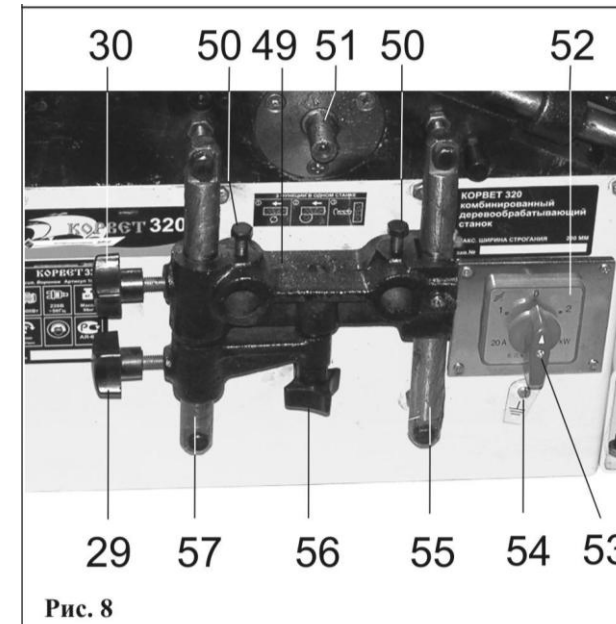

Рис. 8
9.4.1. Для включения станка необходимо (Рис. 8):
- повернуть ручку переключателя (53) в положение «1» или «2», в зависимости от направления вращения,
9.4.2. Для выключения станка необходимо (Рис. 8):
- установить ручку переключателя (53) в положение «0»;